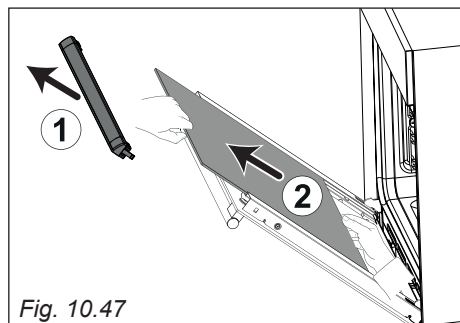

Fig. 10.47
- Premere sulle due alette per sganciare il profilo superiore (frecche di fig. 10.46), quindi rimuoverlo delicatamente (freccia 1 di fig. 10.47).
- Sfilare delicatamente il vetro interno (freccia 2 di fig. 10.47).